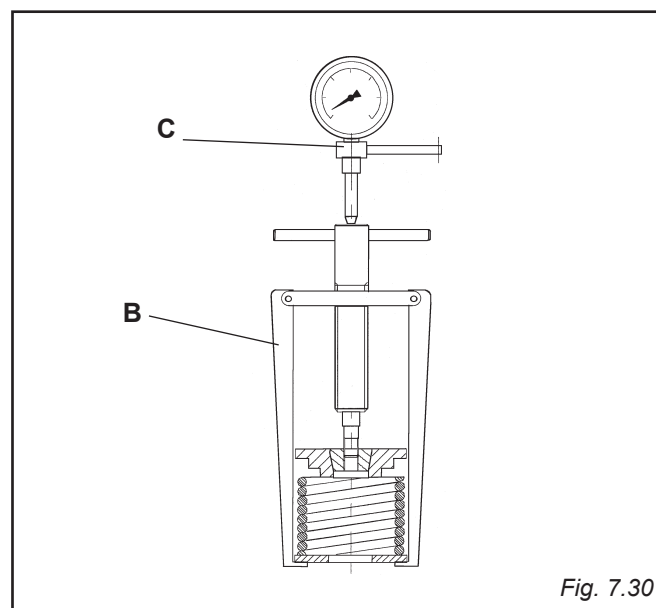

Fig. 7.30
7.31 TOP DEAD CENTER (FIG. 7.30)